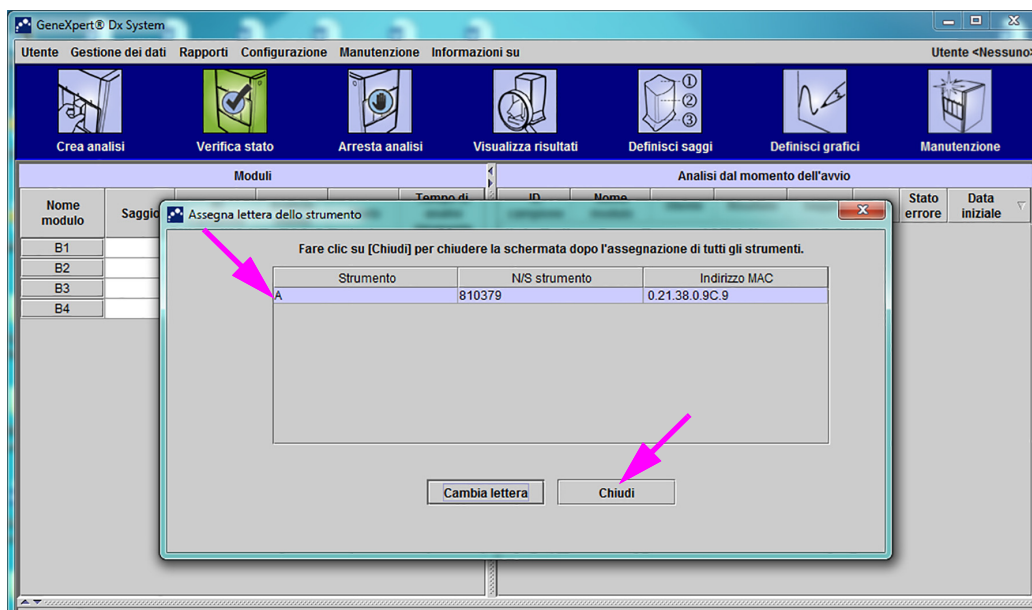

Figura 2-59. Finestra GeneXpert Dx System con sovrapposizione della finestra di dialogo Assegna lettera dello strumento
7. Fare clic su **Chiudi** per chiudere la finestra di dialogo Assegna lettera dello strumento (vedere la Figura 2-59). La finestra di dialogo Assegna lettera dello strumento indica l'assegnazione della lettera al nuovo strumento per i moduli.